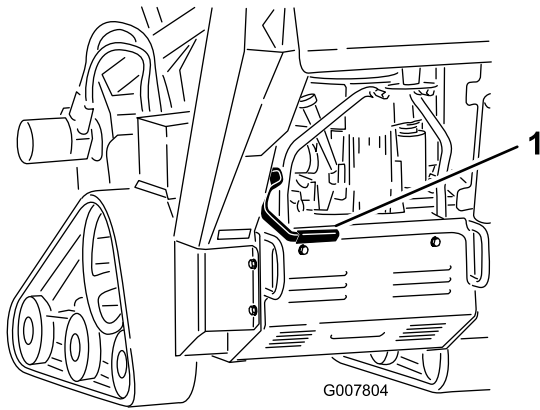

Figura 15
- Para poner el freno de estacionamiento, tire de la palanca del freno hacia atrás y hacia arriba (Figura 15).
- Para quitar el freno, tire de la palanca hacia atrás y luego hacia abajo (Figura 15).